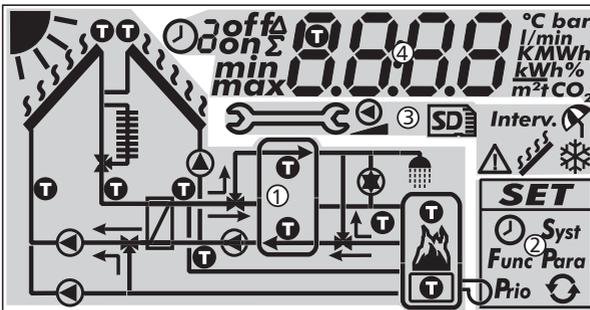

Abb. 8: Übersicht über die Bereiche der Anzeige (alle Elemente sichtbar)
Nachstehende Tabelle beschreibt die Symbole in der Systemgrafik (① in Abb. 8).
Das Einstellmenü (② in Abb. 8) enthält folgende Einträge:
Nachstehende Tabelle beschreibt die Piktogramme für Funktionen (③ in Abb. 8).
Die Anzeige der Betriebs- und Einstellwerte (④ in Abb. 8) besteht aus folgenden Elementen:
①	Symbol für die Zeitsteuerung von Funktionen. Das Symbol wird angezeigt wenn <ul style="list-style-type: none"> <li>• eine Zeitbegrenzung/-steuerung eingestellt wird,</li> <li>• der Status der Zeitbegrenzung/-steuerung angezeigt wird,</li> <li>• die Zeitbegrenzung eine Temperatursteuering blockiert (Symbol blinkt).</li> </ul>
②	Nummer des Zeitfensters, das gerade im Einstellmenü eingestellt/angezeigt wird oder in dem sich die aktuelle Uhrzeit gerade befindet. Die Zeitsteuerung einer Funktion besteht aus 1 oder 3 einstellbaren Zeitfenstern. Beispiel: Zeitfenster 1: 06:00 – 08:00 Zeitfenster 2: 11:00 – 12:30 Zeitfenster 3: 17:00 – 19:00
③	Zusatzinformationen: on, off: Schaltzustand/Schaltbedingung ein, aus max, min: maximaler Wert, minimaler Wert $\Sigma$ : aufsummierter Betriebswert seit der Erstinbetriebnahme, nicht zurücksetzbar $\Delta$ : aufsummierter Betriebswert seit dem letzten Rücksetzen auf 0
④	Symbol wird angezeigt, wenn beim Einstellen einer Funktion ein Temperaturfühler gewählt ist.
⑤	Anzeige von <ul style="list-style-type: none"> <li>• Messwerten</li> <li>• Einstellwerten</li> <li>• Fehlercodes</li> <li>• weiteren Informationen, z. B. Software-Version</li> </ul>
⑥	Physikalische Einheit des in ⑤ angezeigten Werts: °C, bar, l/min, K, MWh, kWh, %, m 2 , tCO 2